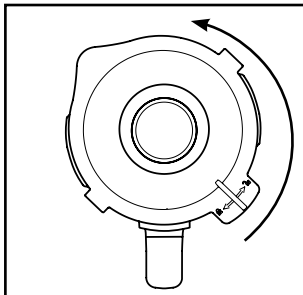
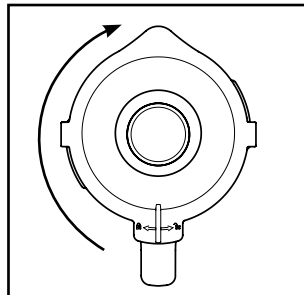

Fig. 1
Fig. 2
- 1) Scoateți recipientul de amestecare ❸ drept, în sus din blocul motor ❹.
- 2) Îndepărtați capacul ❷ rotindu-l în sens antiorar, în poziția  (a se vedea fig. 1), până când îl puteți ridica.
- 3) Umpleți recipientul de amestecare ❸.
- 4) Apăsăți din nou capacul ❷ pe recipientul de amestecare ❸. Închideți capacul ❷ rotindu-l în sens orar, în poziția , până când se blochează cu un sunet (a se vedea fig. 2). Aveți grijă ca gura de turnare de pe recipientul de amestecare ❸ să fie închisă. Motorul poate porni numai după ce capacul ❷ este așezat fix.